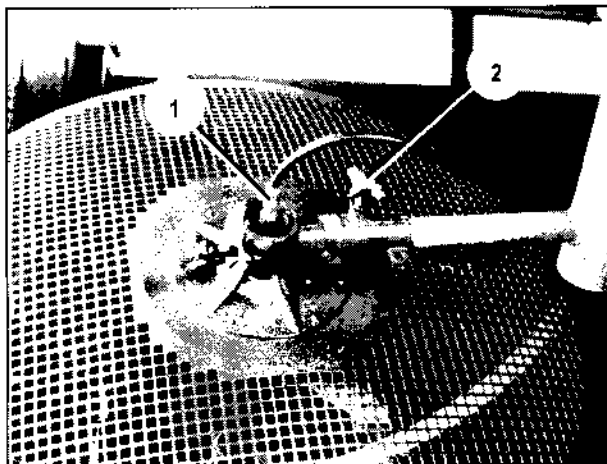

Bild 114
41. Koaxialkabel (Bild 114/1) an der Antenne und an der RF-Einheit FM 1000 abbauen. Anschlüsse mit Staubschutzkappen verschließen. Sterngriffschraube (Bild 114/2) lösen und Antenne FM 1000 vom Mastaufsatz abziehen.